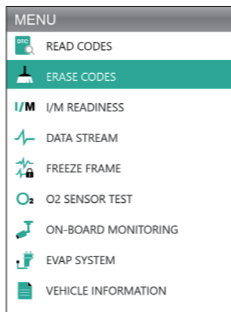

Figura 3.3.1
1. Selecione o ícone de Códigos de Apagar (Veja Figura 3.3.1), e pressione [OK].